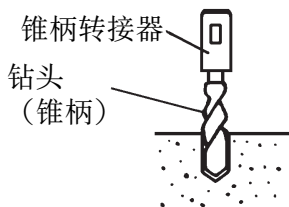
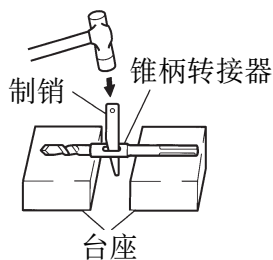

图 21
图 22
- (1) 将带有锥柄的钻头安装在锥柄转接器中。(图 21)
- (2) 开启电源并钻一个基础孔。
- (3) 使用洗涤剂清洁灰尘后, 将柱塞安装在锚端, 然后用手动锤将锚钉入。
- (4) 若要拆下带有锥柄的钻头, 在锥柄转接器的缝隙中插入一个制销, 将台座放置在电动锤钻下方并用手动锤敲击制销。(图 22)